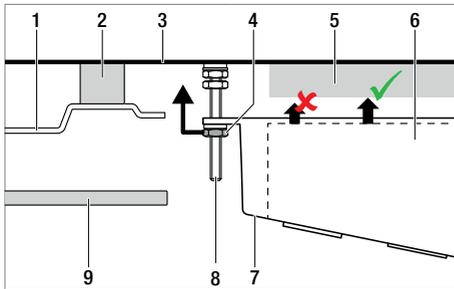

Bild 18
- Luftführung flächig an die Dichtung des Luftkanal anpressen, um Undichtigkeiten zu verhindern (Bild 18).